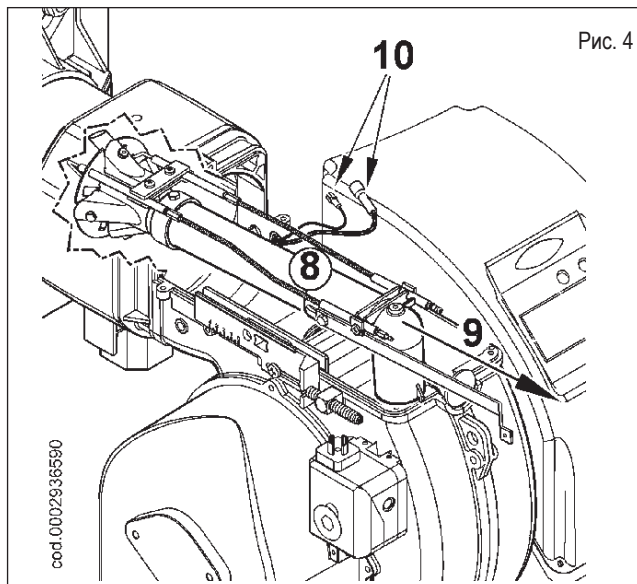

Рис. 4
- 4) Отсоединив провод розжига и ионизации (10) от соответствующих электродов, полностью выньте узел смешения в направлении, указанном стрелкой (9) (рисунок 4).